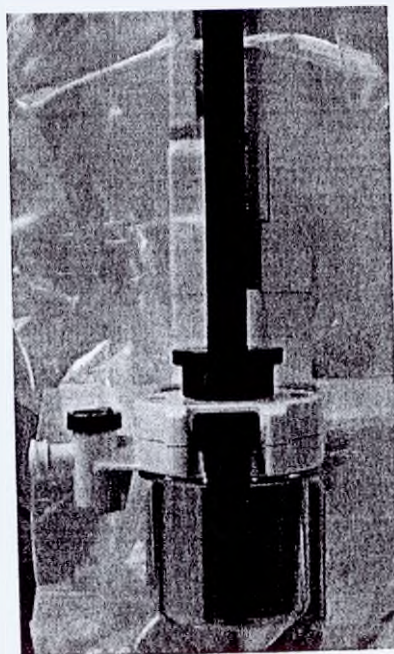

Рисунок 9 - Продвижение интродьюсера вниз по ручке перед удалением инструмента
6. Перед извлечением инструмента продвиньте интродьюсер по ручке инструмента вниз через уплотнение канюли (Рисунок 9).